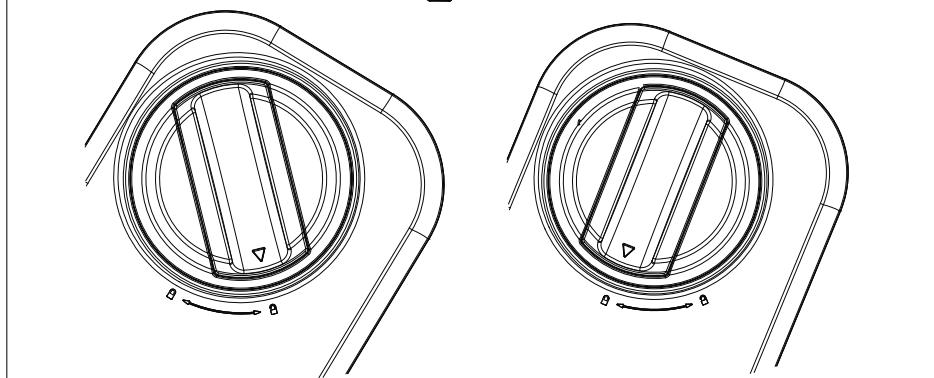

Fig. 8
- Tournez le couvercle dans le sens  jusqu'à ce qu'il soit verrouillé (voir fig. 8).